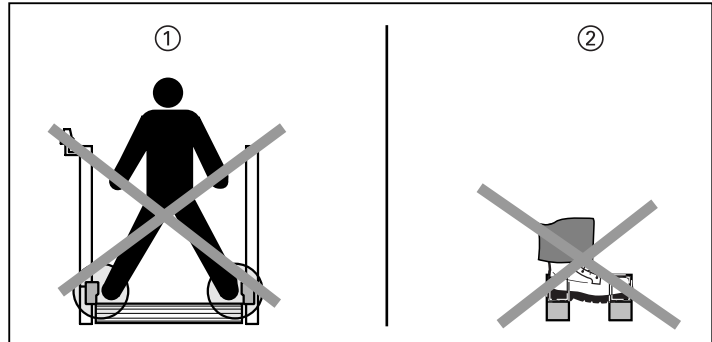

Fig. 2-1: disposición de los sensores Muting
1. Los sensores Muting deben estar dispuestos de tal forma que no pueda activarse de forma inadvertida el puentado por parte de una persona (véase *fig. 2-1*).